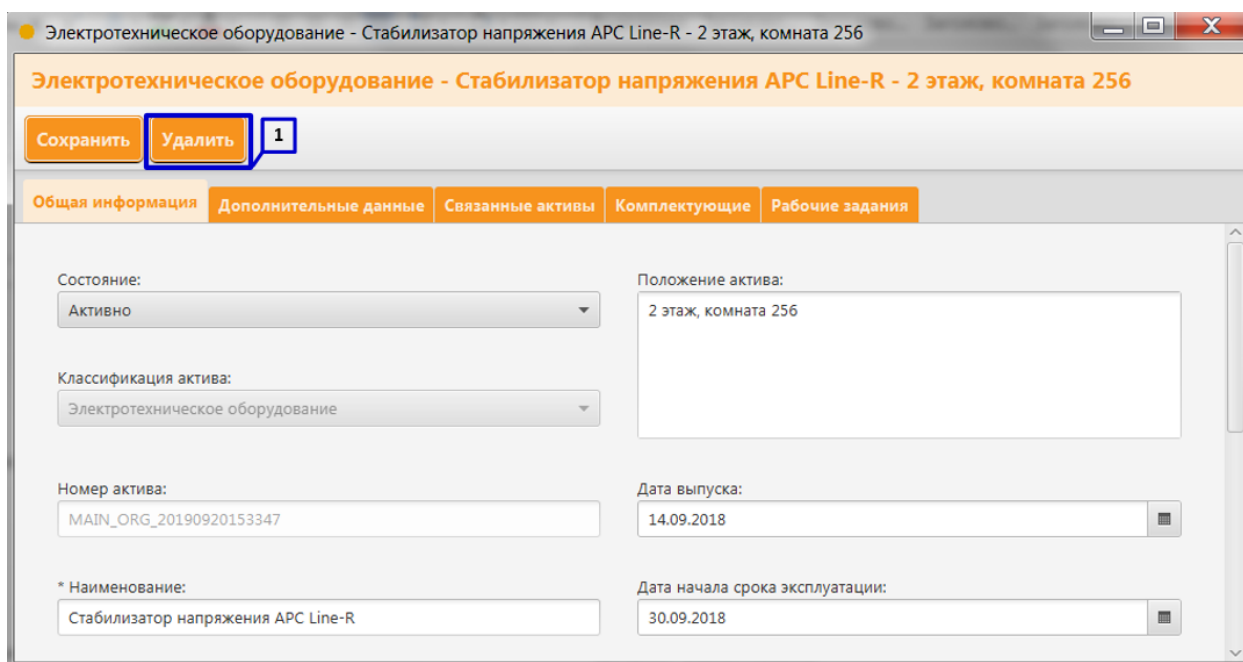

Рисунок 32. Удаление актива
30. Для того, чтобы удалить актив, откройте карточку актива и нажмите на клавишу «Удалить» (Рисунок 32 пункт 1).